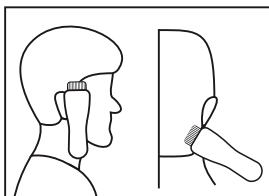

Figura 11
- Para aparar as costeletas com um corte reto, inverter a posição do cortador de modo que o lado de baixo fique para cima (**Figura 11**).
- Usando o pente de **12 mm** cortar a partir da nuca até o alto da cabeça. Manter o pente de **12 mm** contra a cabeça e lentamente mover o aparelho através dos cabelos (**Figura 11**).
- Usar a mesma técnica cortando de baixo para cima nas laterais da cabeça (**Figura 11**). Em seguida, cortar os cabelos na direção contrária à do seu crescimento a partir da testa até o alto da cabeça e nivelar o corte com as laterais.